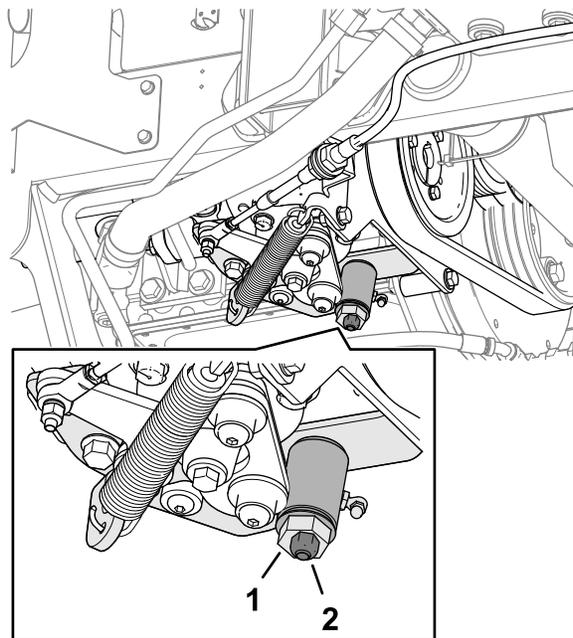

Рисунок 76
3. Ослабьте контргайку на кулачке регулировки тяги (Рисунок 76).